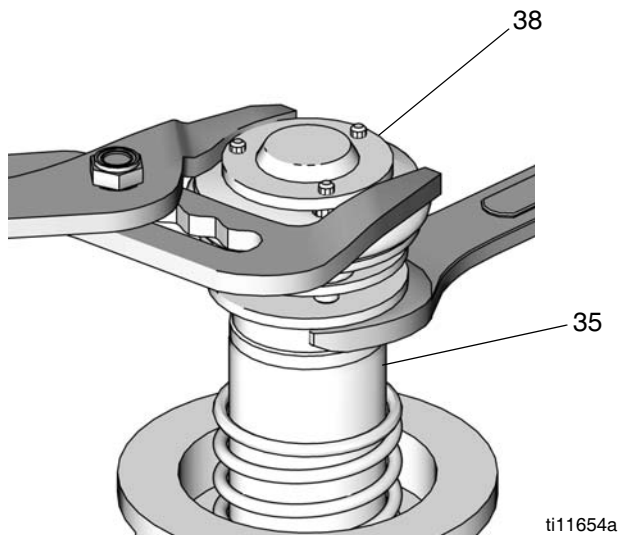
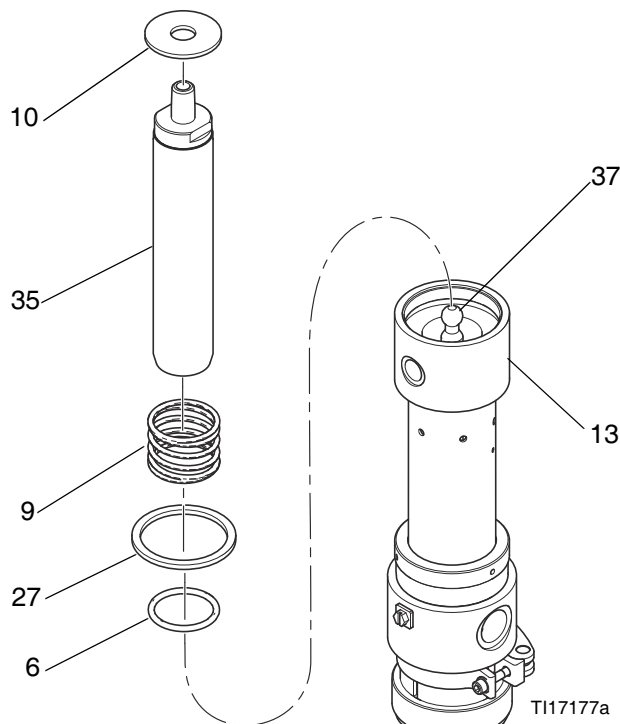

FIG. 11
FIG. 13
- Utilisez une pince sur le plateau supérieur du piston de la vanne d'air (38) et une clé sur la tige du piston (35) pour dévisser le piston de la vanne d'air de la tige de piston. Voir FIG. 11.
- Retirez la rondelle (10), le ressort inférieur (9) et le joint (27). Examinez l'état d'usure ou de détérioration et remplacez si nécessaire. Voir FIG. 13.
- Réinstallez le joint torique (6). Reconnectez la tige de piston (35) et la tige de connexion de la pompe (37). Voir FIG. 13.
- Réinstallez le joint (11), le ressort (9), et la rondelle (10). Remontez le piston (38). Appliquez du produit d'étanchéité pour filetage sur les filetages de la tige de piston (35) et vissez soigneusement le piston (38) sur la tige. Voir FIG. 11 et FIG. 13.